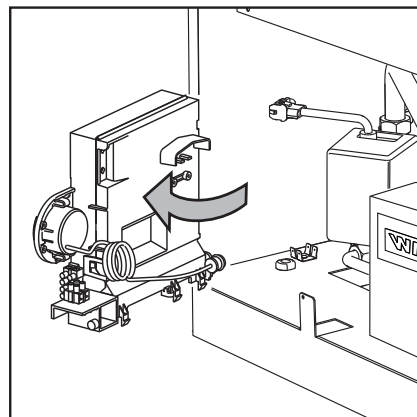

рис. 21
- Открутите винт и поверните панель управления (см. рис. 21).